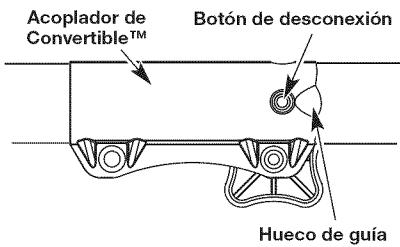

Fig. 6
**NOTA:** La alineación del botón de desconexión con el hueco de guía facilitará la instalación (Fig. 6).
2. Optime y sostenga el botón de desconexión (Fig. 6).